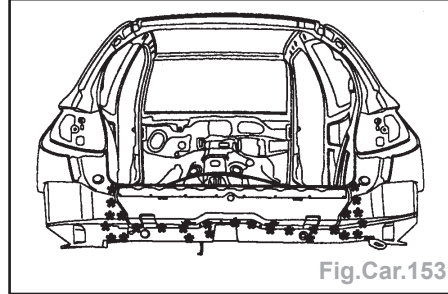

Fig.Car.153
- Découper le panneau AR par fraisage des points (Fig.Car.153 et 154).